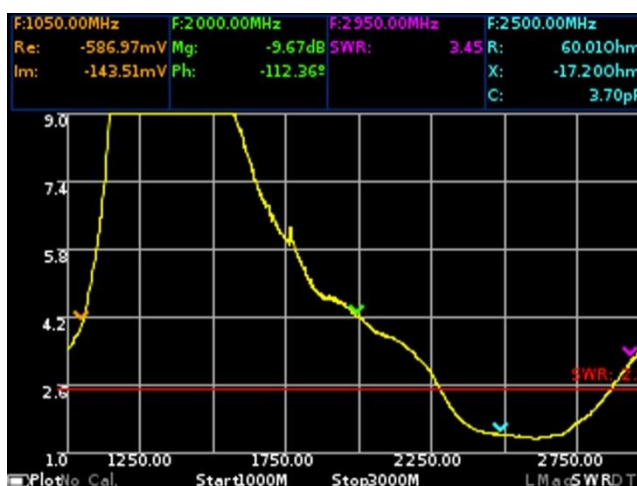

Рисунок 10.8 – График КСВН
10.6.1. На графике отображается коэффициент стоячей волны по напряжению (КСВН) от частоты. На экране устройства график (Рисунок 10.8) отображается как **SWR**.